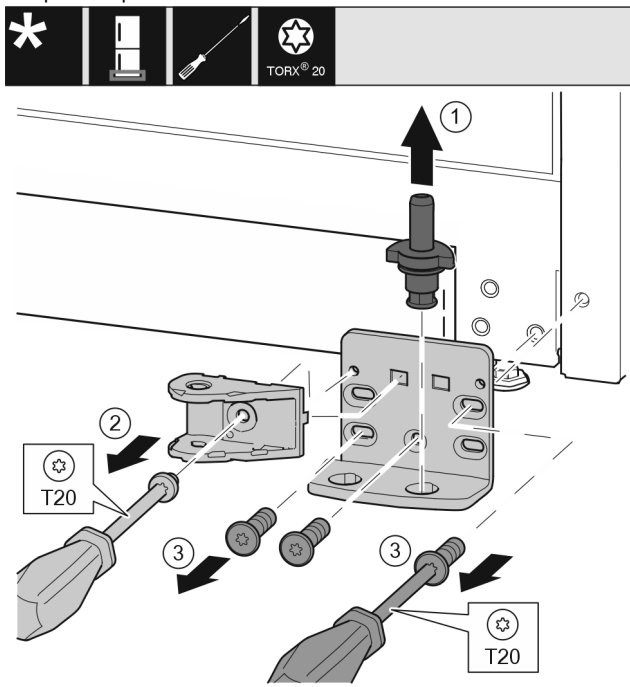

Fig. 45 \*
- ▶ Опорный палец Fig. 45 (1) полностью извлеките движением вверх.\*
- ▶ Открутите винт Fig. 45 (2) отверткой и снимите соединительный элемент амортизатора закрывания дверей.\*
- ▶ Открутите винты Fig. 45 (3) отверткой и снимите опорный кронштейн.\*